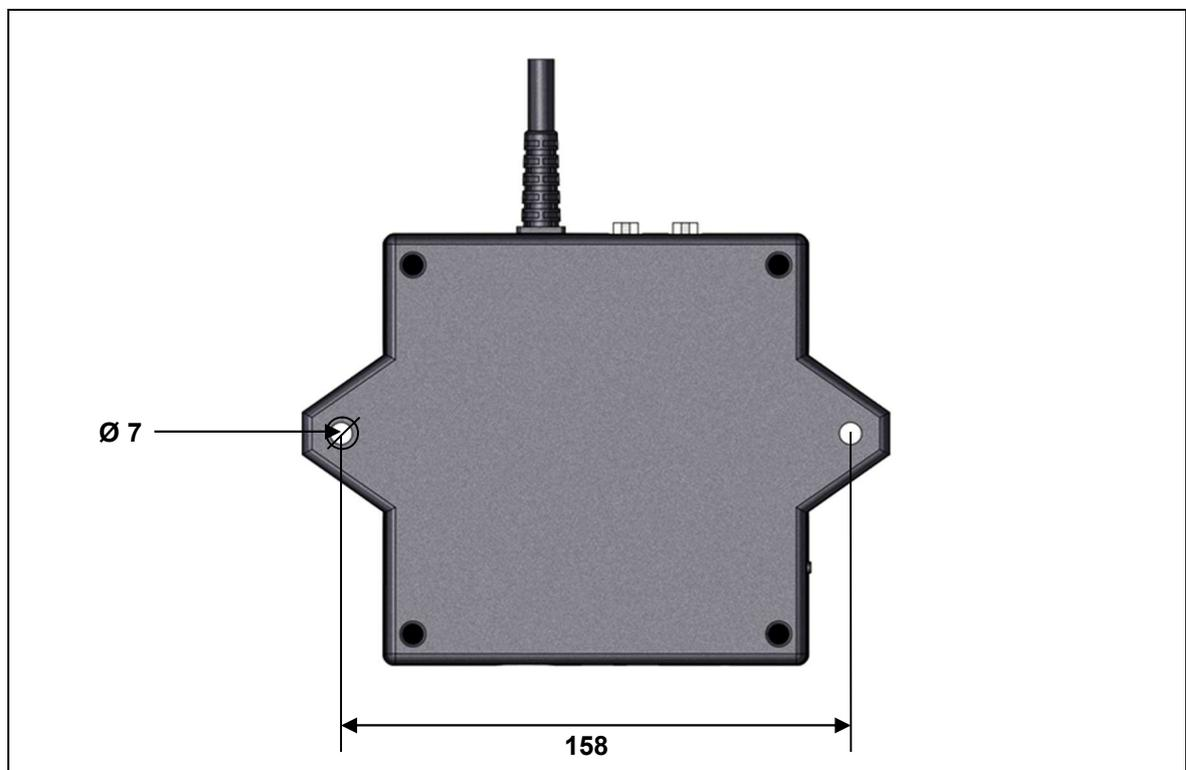
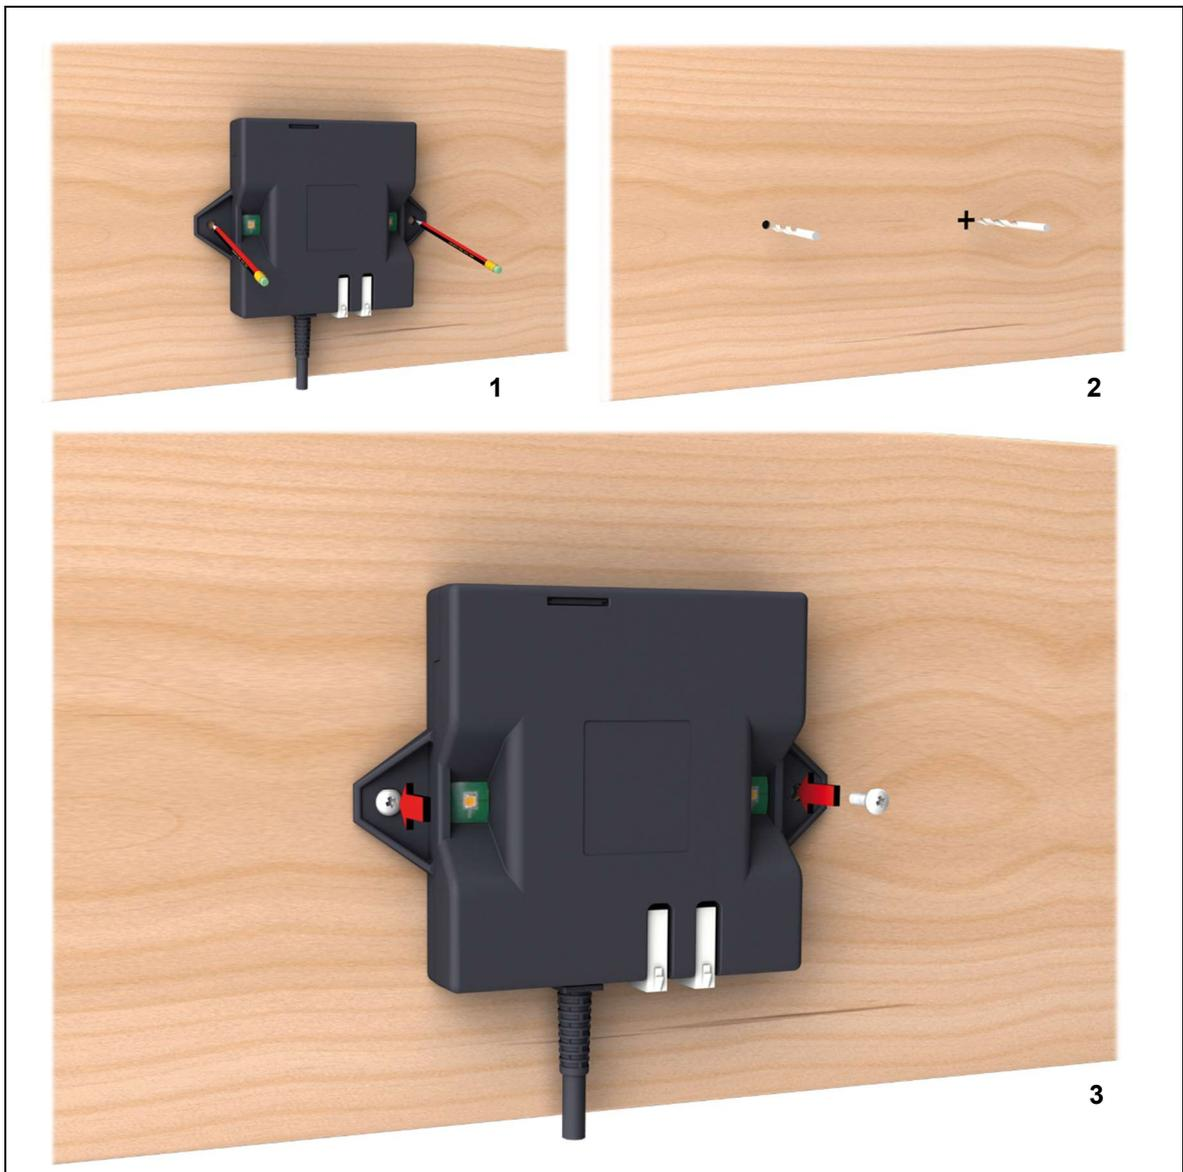

Abbildung 5 Bohrmaße (Beispiel): Befestigungspunkte an der CONTROL UNIT (Angaben in mm)
Abbildung 6 Montage der CONTROL UNIT
- Die in Abbildung 5 angegebenen Bohrmaße sind nur ein Beispiel und erheben keinen Anspruch auf Verbindlichkeit.
Schrauben Sie die Steuerung an die Applikation (wie in Abbildung 6 gezeigt). Benutzen Sie dazu die in Abbildung 5 gezeigten Befestigungslöcher in der Steuerung. Verwenden Sie Schrauben nach DIN 7049 mit  $\varnothing$  4,8 mm und geeigneter Länge (5 mm + Einschraubtiefe in die Applikation).